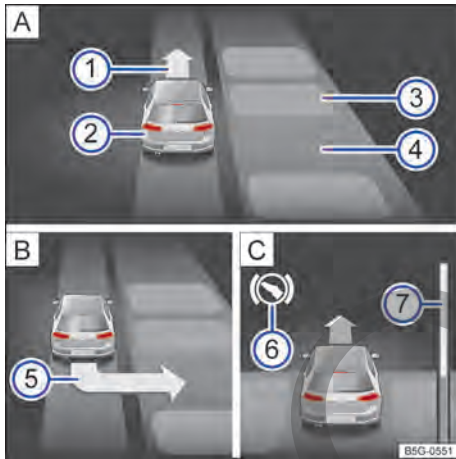

Fig. 168 En la pantalla del cuadro de instrumentos: aparcar en batería.
Leyenda de la → **fig. 168**:
- Tenga en cuenta la indicación para aparcarse de la pantalla del cuadro de instrumentos → **fig. 168** **5**.